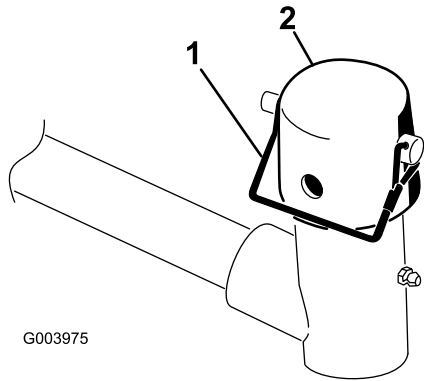

Figura 6
7. Retire el pasador de seguridad y el tapón de la horquilla de pivote del brazo de elevación (Figura 6).
Nota: Utilice la ranura si se desea que la unidad de corte sea dirigitible, y utilice el taladro si la unidad de corte va a quedar bloqueada en una posición fija (Figura 6).